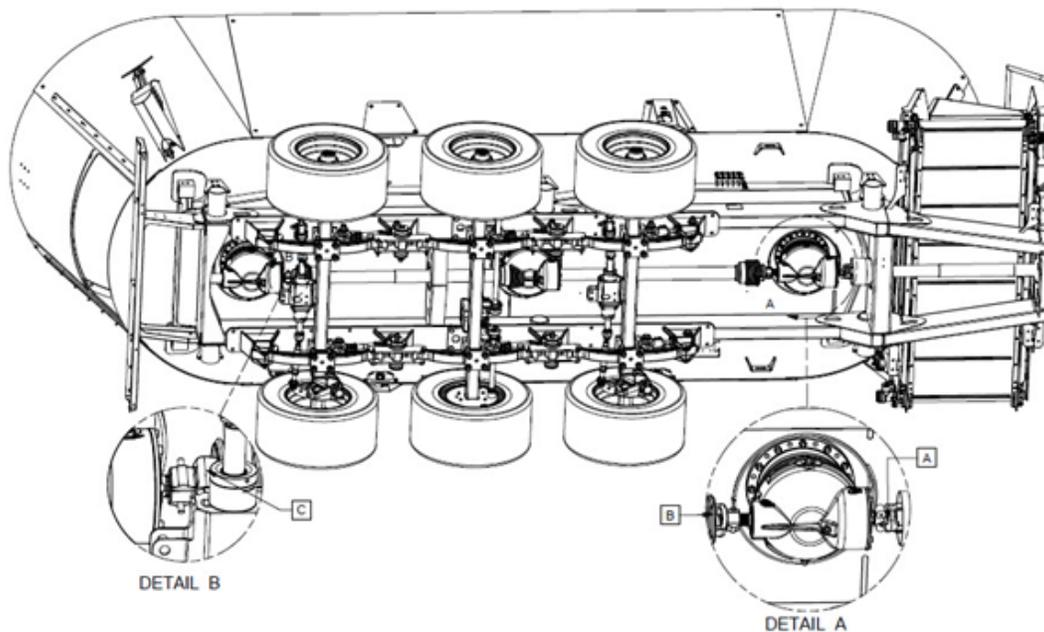

Figure 40 — Emplacement des limiteurs de couple à boulon de cisaillement sur les SMARTMIX à trois vis
Les SMARTMIX à trois vis possèdent trois sécurités par limiteur à boulon. Le premier limiteur est situé sur la transmission secondaire et permet de protéger les trois planétaires d'entraînement des vis de mélange (repère A, Figure 40). Le deuxième limiteur est situé après le premier boîtier d'entraînement de la vis du milieu (repère B, Figure 40). Le troisième limiteur est situé après le deuxième boîtier d'entraînement de la vis arrière (repère C, Figure 40).
En cas de rupture du boulon de cisaillement de la vis avant (repère A, Figure 40) :
2. Retirez le morceau de boulon du limiteur (repère A, Figure 40).
En cas de rupture du boulon de cisaillement de la vis du milieu (repère B, Figure 40) :
2. Retirez le morceau de boulon du limiteur (repère B, Figure 40).
En cas de rupture du boulon de sécurité de la vis arrière (repère C, Figure 40) :
2. Retirez le morceau de boulon du limiteur (repère C, Figure 40).